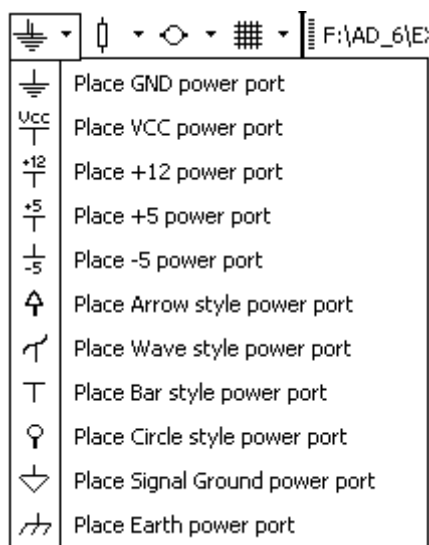

Рис. 4.5. Варианты меток цепей питания
- ❑ **Power Port** — метки цепей питания и "земли", всего 11 разновидностей (рис. 4.5). Объединяют в глобальную цепь сегменты с одинаковой меткой во всем проекте;